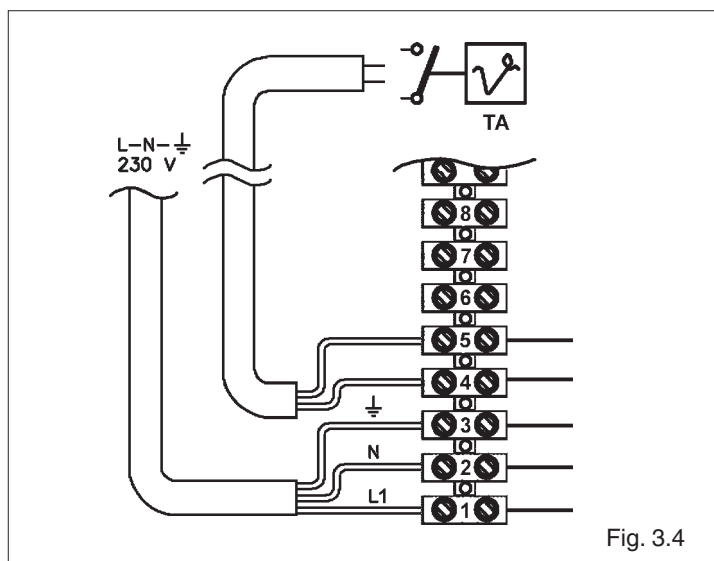

Fig. 3.4
- collegamento del termostato ambiente (TA) (fig. 3.4).